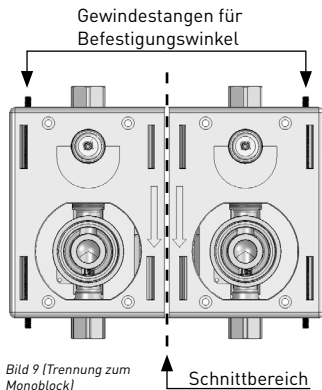

Bild 9 (Trennung zum Monoblock)
- Montageblock Duo vor Ort trennbar zum Monoblock (Bild 9)